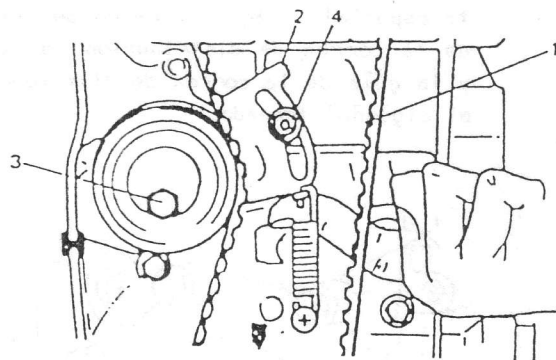

Fig. 3-4-11
- 9) Afloje el perno y el espárrago del tensor y desmonte la correa del engranaje de distribución del cigüeñal, y engranaje del árbol de levas después de empujar completamente hacia arriba con un dedo la placa del tensor de la manera ilustrada en la Fig. 3-4-11.